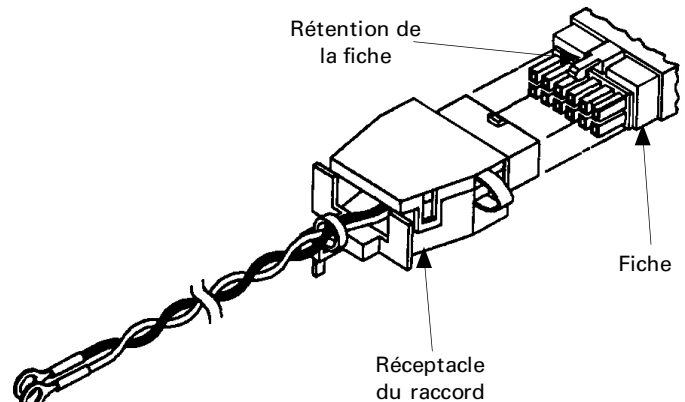

Figure 6. Pour attacher le réceptacle du raccord et la fiche.
6. Aligner le réceptacle et la fiche du connecteur, comme montré à la Figure 6. Joindre les deux en les poussant jusqu'à ce que les deux éléments soient cadencés dans le réceptacle par la rétention de la fiche.